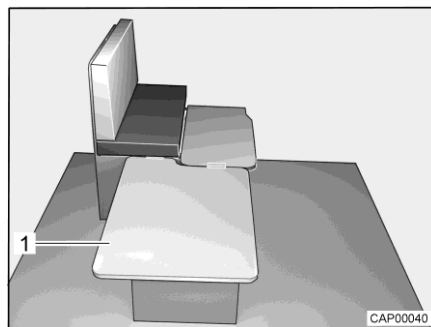

Fig. 44 Durante la transformación
- Enganchar la tabla de apoyo (Fig. 44,1) lateralmente en el banco y colocarla en la mesa.